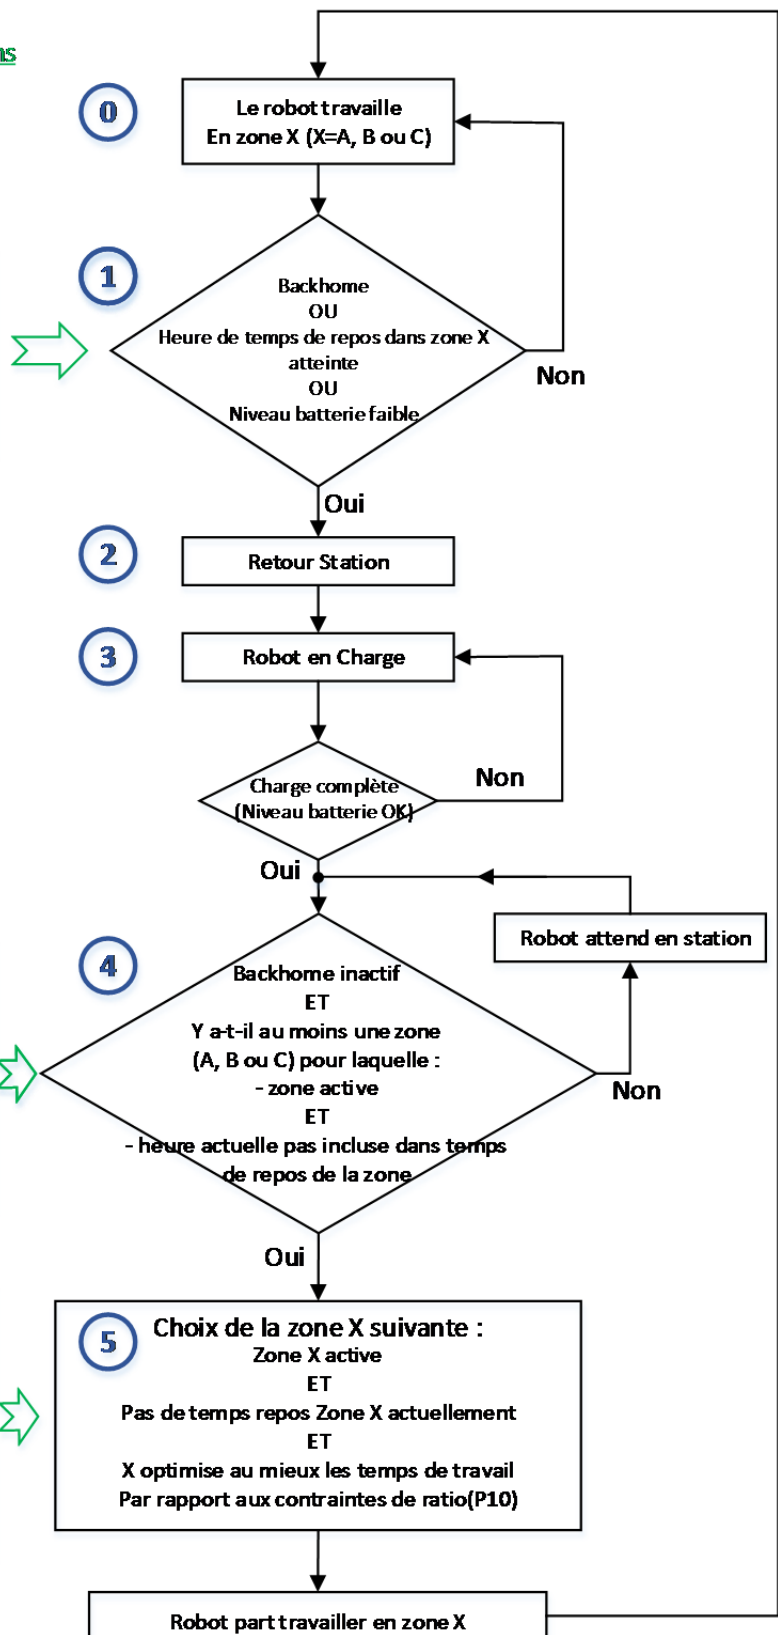

Figure 1 : Algorithme de fonctionnement robot en Multizone
La Figure 1 illustre l'algorithme global de choix de zone et la manière dont l'utilisateur peut influencer l'algorithme à travers les commandes, paramètres ou options qui peuvent être donnés/programmés au robot.
En mode automatique (mode normal de fonctionnement), le robot choisit une zone de travail à chaque cycle c-à-d à chaque fois qu'il quitte sa station pour aller travailler (étapes 4 et 5 de la Figure 1). Pendant un cycle de tonte (étapes 0,1,2 de la Figure 1-), le robot ne change jamais de zone mais passe néanmoins forcément du temps dans la zone de recouvrement incluse dans la zone de travail choisie.
- Si la machine est en train de travailler dans une zone et que l'utilisateur la désactive, la machine rentrera en station directement. Cela revient à faire un retour station. (Etape 1 de la Figure 1)
- Si la machine est en station et qu'elle décide de partir, elle ne choisira jamais une zone désactivée par l'utilisateur (Etape 5 de la Figure 1).